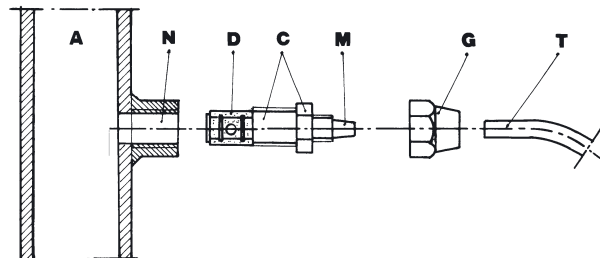

Fig. 9
g. - Applicare sulla condotta dell'impianto da trattare, nel punto più idoneo per effettuare l'iniezione del prodotto da dosare, un raccordo in acciaio da 3/8" gas femmina. Tale raccordo è escluso dalla fornitura. Avvitare la valvola di iniezione nel raccordo utilizzando come guarnizione del Teflon Fig. 9. Connettere il tubetto all'attacco conico della valvola d'iniezione e bloccarlo con l'apposita ghiera G. La valvola di iniezione è anche valvola di non ritorno.
3.1 - SCHEMA DI MONTAGGIO VALVOLA DI INIEZIONE Fig. 9